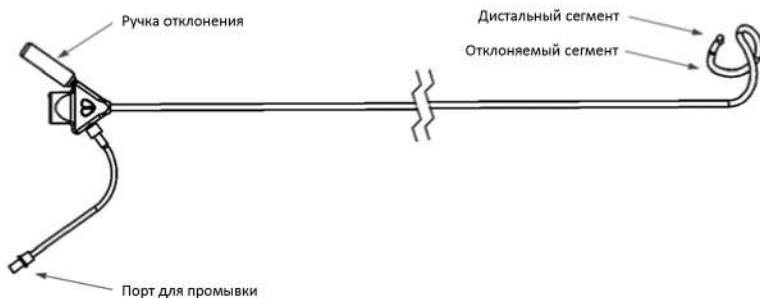

Рисунок 2. Катетер Guide
- **Катетер Guide** — изогнутый катетер (наружный диаметр 18 F (по французской шкале) / 6,0 мм, рабочая длина 100 см) для обеспечения доступа к передней части подклапанного пространства. Катетер Guide обеспечивает ориентацию, направление и опору для других катетеров системы AccuCinch. Отклоняемая часть, расположенная около дистального конца, позволяет оператору изменять кривизну катетера Guide с помощью ручки проксимального отклонения, находящейся на рукоятке. Имеются катетеры Guide различной формы, которые позволяют подстраиваться под анатомические особенности пациентов. Для выбора катетера Guide см. таблицу 2 ниже. См. рисунок 2.